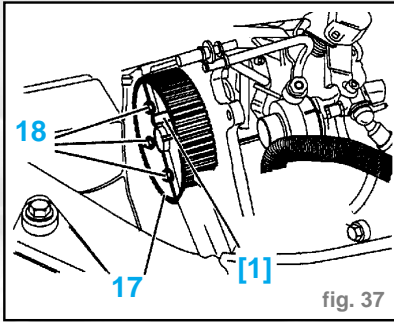

fig. 37
- Reposer: (fig. 37).
- le pignon de pompe d'injection (17)
- les vis de fixation (18)
- Serrer l'écrou (15) à **2,25 m.daN.**
- les 3 vis de fixation (18)
- Reposer: le répartiteur d'air supérieur (3).